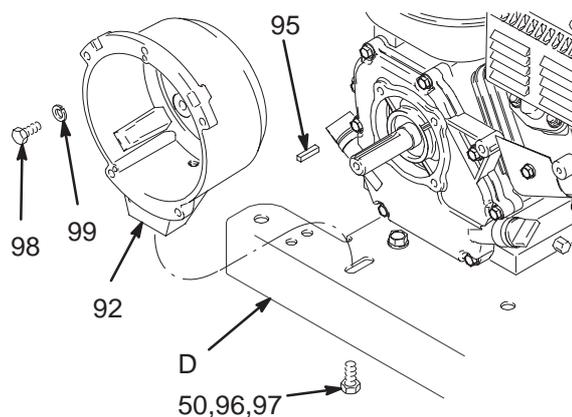

Fig. 12
1. Fig. 12. Saque los cuatro tornillos de cabeza (98) y las arandelas de seguridad (99) que sujetan el cárter del embrague (92) al motor.
2. Saque el tornillo de cabeza (96), la arandela de seguridad (50) y la arandela (97) de debajo de la placa de montaje (D).
3. Saque la chaveta del motor (95).
4. Extraiga el cárter del embrague (92).
1. Fig. 12. Coloque el cárter del embrague (92).
2. Instale el tornillo de cabeza (96), la arandela de seguridad (50), y la arandela (97) por debajo de la placa de montaje (D).
3. Instale los cuatro tornillos de cabeza (98) y las arandelas de seguridad (99) y sujete el cárter del embrague (92) al motor.